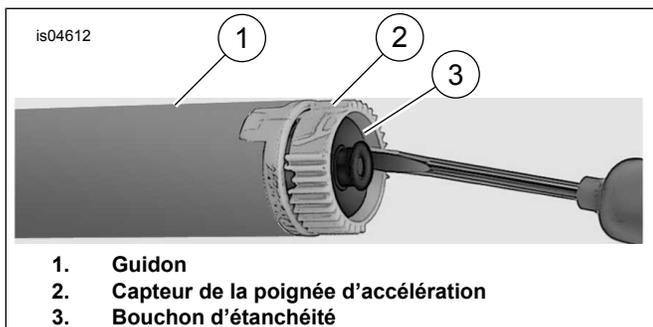

Figure 2. Retrait du bouchon d'étanchéité
- Voir la Figure 2. Insérer un petit tournevis ou un autre outil à lame plate dans la zone plate sur un côté du bouchon d'étanchéité.